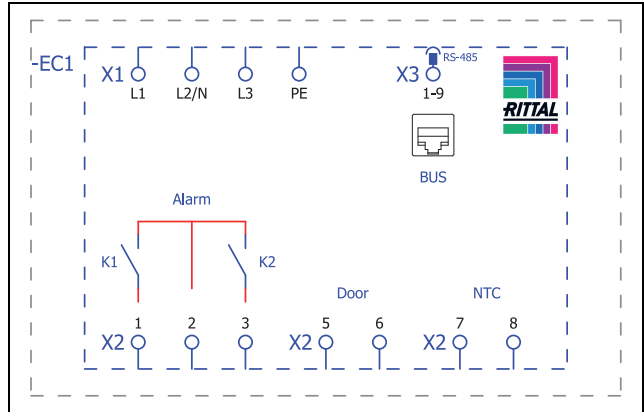
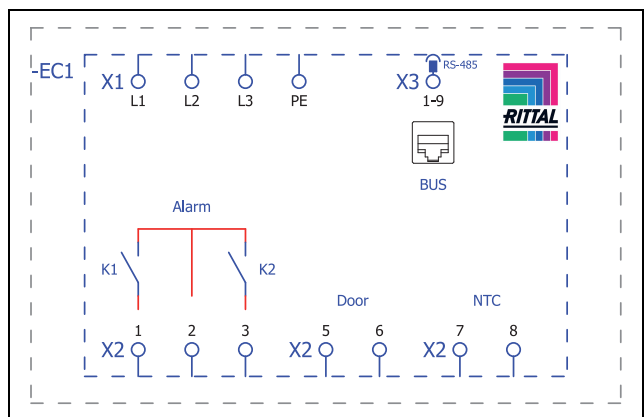

Bild 37: Kopplingsschema SK 3485330, SK 3486330, SK 3487330
Bild 38: Kopplingsschema SK 3488340, SK 3489340
- Ta ut nätkontakten ur leveransförpackningen och koppla in nätförsörjningen enligt tillhörande anslutningsmärkning (bild 37 resp. bild 38).